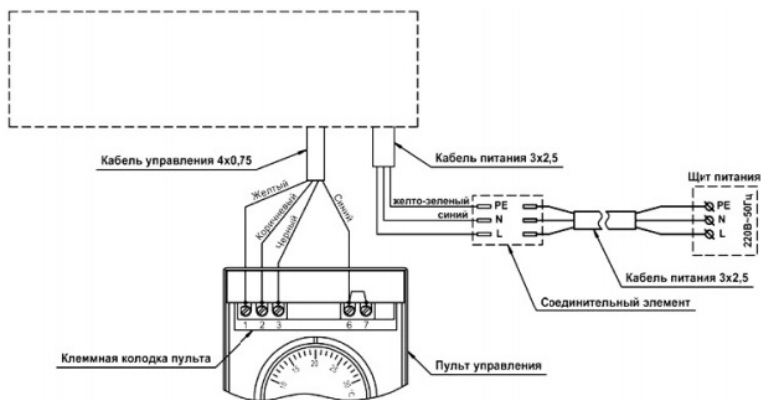

Рис. 4
- подключить к клеммной колодке пульта кабель управления, выведенный из завесы, в соответствии со схемой, указанной на рис. 4 и на корпусе завесы.
3. Подключение к стационарной электросети производится в соответствии со схемой, указанной на рис. 4 и 4а на корпусе завесы.
Рис. 4а